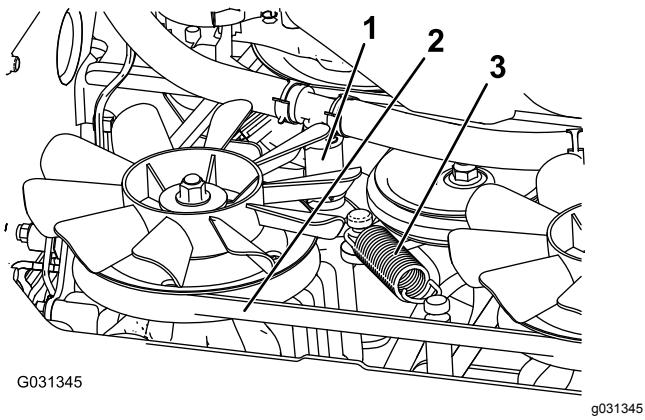

Figura 68
- Togliete il flessibile idraulico inferiore (Figura 68).
6. Rimuovete la molla di tensione (Figura 68).
7. Rimuovete la cinghia del piatto di taglio dalla frizione e dal relativo fermo (Figura 68).